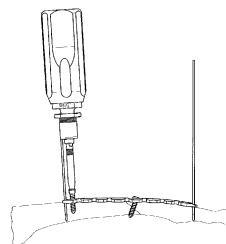

図25
- 14) ヘクスローブ15 パワーピンドライバの后端にトルクリミッター付きハンドルS15を接続します。プレートを骨面に押さえつけながら、ドライバの軸芯を傾けないよう、選択した長さのロッキングスクリューを挿入します。(図25)